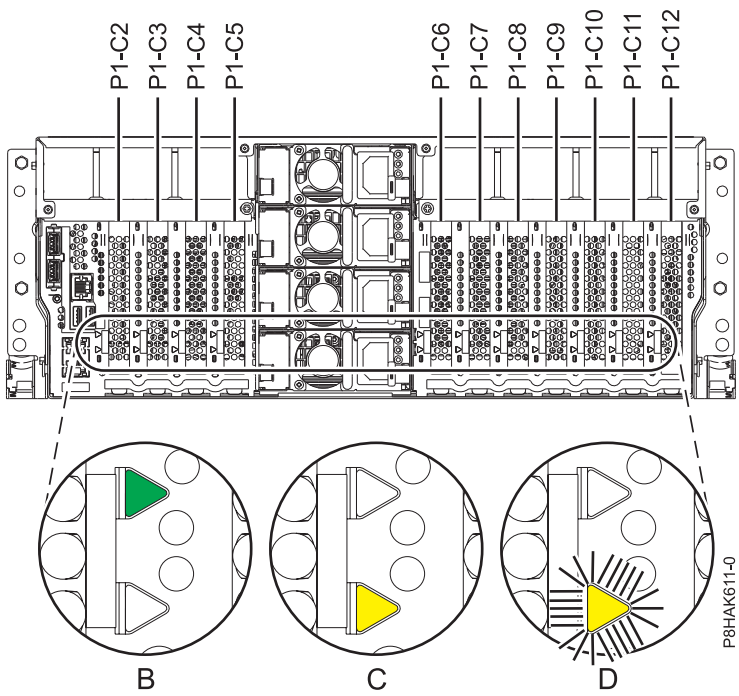
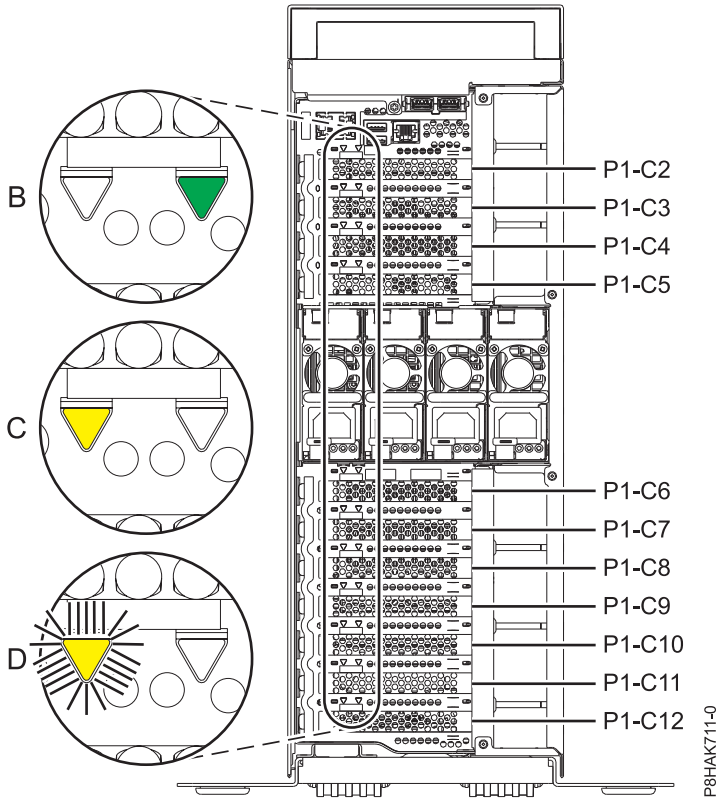

Figura 46. Ubicaciones de la ranura del adaptador PCIe y ubicaciones de los LED en un sistema montado en bastidor
Figura 47. Ubicación de la ranura del adaptador PCIe y de los LED en un sistema 8286-41A autónomo
1. La Familiarícese con las ubicaciones de las ranuras del adaptador PCIe y los indicadores de servicio del adaptador PCIe al que desea aplicar el servicio. Los Adaptadores PCIe se instalan en la parte posterior del sistema. En la Figura 46 en la página 54 y la Figura 47 en la página 54 muestran las ubicaciones de los adaptadores PCIe en un sistema y las ubicaciones de los diodos emisores de luz (LED) del adaptador PCIe.